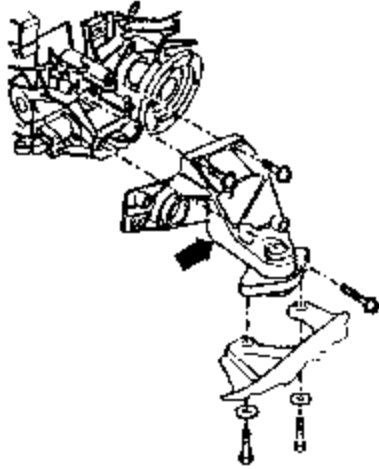

图 7-54 拆下变速箱支架
- 22) 拆下带粘结橡胶支架的右侧变速箱支架。如图 7-54 所示。